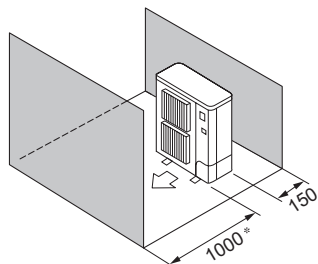

Fig. 2-7
⑤ Obstacles à l'avant et à l'arrière (Fig. 2-7)